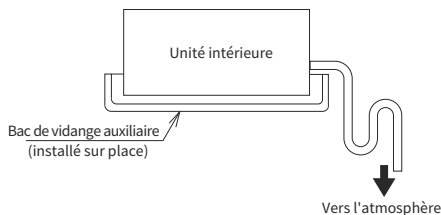

Figure 6.2 Bac de vidange supplémentaire
- Lorsque l'humidité relative de l'air entrant ou de l'air ambiant dépasse 80 %, placez un bac de récupération supplémentaire (installé sur place) sous l'unité intérieure, comme illustré à la figure 6.2.